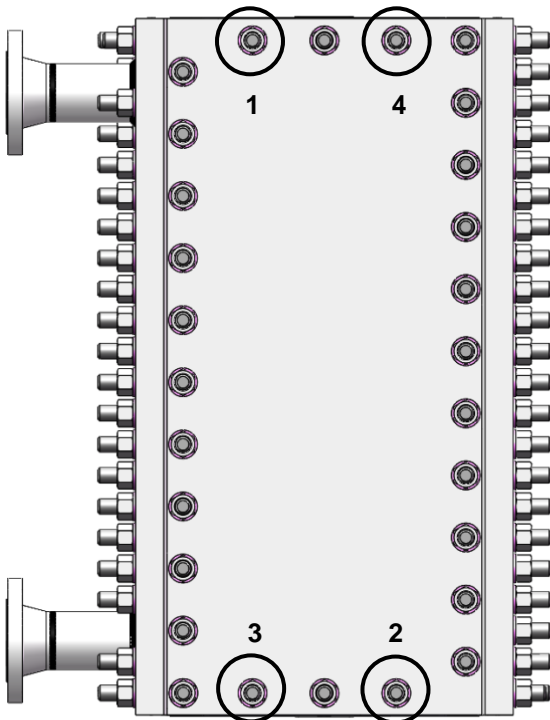

Figura 15
- Engrase las puntas de las varillas roscadas 1, 2, 3 y 4 (figura 15).